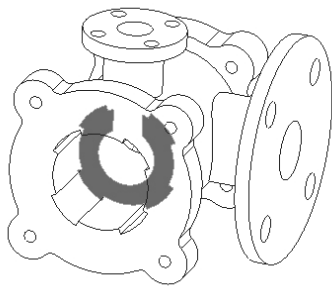

图 4-184 指定绘图平面
(3) 创建拉伸切除材料特征：选择如图 4-184 所示的曲面为草绘平面，绘制如图 4-185 所示的截面。完成后在操控面板拉伸方式中选择 ，拉伸深度为 10，单击 ✓ 完成特征创建。